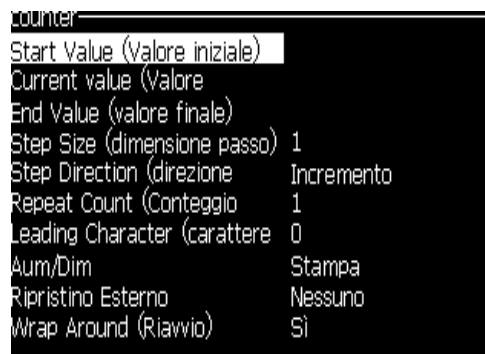

Figura 5-33: Finestra di dialogo Counter Product (contatore prodotti)
- 4 Premere *Invio* per aprire la finestra di configurazione dei contatori (vedi Figura 5-33).
- 5 Impostare i valori per tutti i campi della finestra di dialogo di *Counter Configuration (configurazione dei contatori)* (vedi Figura 5-33).